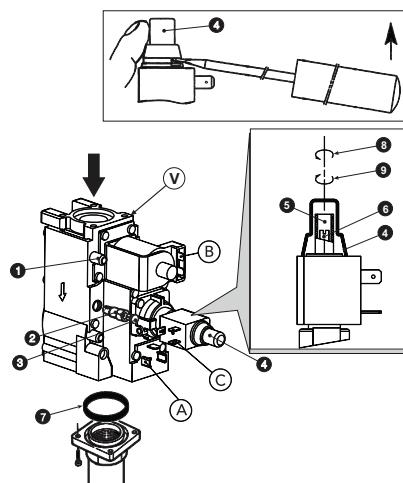

рис. 4 - Перенастройка котла на другой вид газа
Операции регулировки давления должны выполняться при работающем котле с помощью соответствующих регуляторов, установленных на 2-ступенчатых газовых клапанах (см. рис. 4)
3. Снимите защитную крышку регулятора давления 4 на рис. 4.
1. Медленно поверните ручку регулировочного термостата по часовой стрелке до 1-го щелчка; таким образом обеспечивается подача газа в отверстия А и В газового клапана (см. рис. 4).
2. Регулируйте давление с помощью винта 6 на рис. 4 и проверьте его на соответствие со значениями, приведенными в таблице технических данных на sez. 5.3.
1. Поверните ручку термостата регулировки до максимума; таким образом обеспечивается подача газа в отверстия А, В и С газового клапана (см. рис. 4).
2. Регулируйте давление с помощью винта 5 на рис. 4 и проверьте его соответствие со значениями, приведенными в таблице технических данных на sez. 5.3.
2. Снимите с газового клапана маленький колпак 3 (рис. 4), установите на клапан регулятор "STEP" зажигания 2, находящийся в комплекте перенастройки, и наденьте на него колпак 3.
Осуществляется выполнением описанных выше операций, сняв регулятор зажигания "STEP" 2 на рис. 4 с газового клапана и установив колпак 3 на рис. 4 непосредственно на клапан.